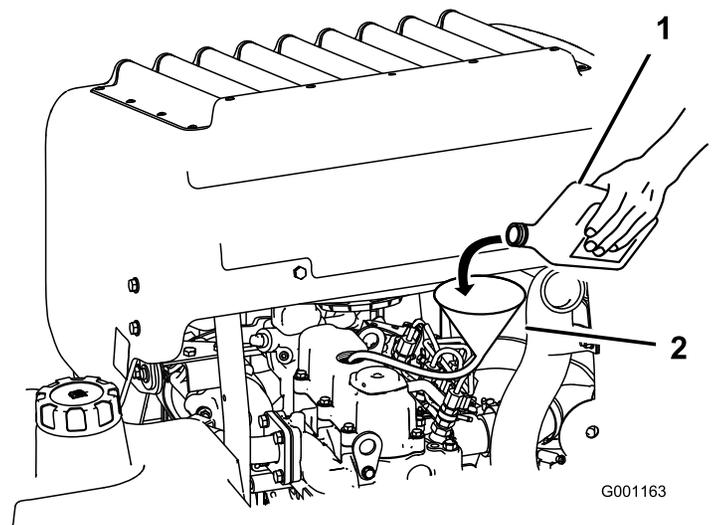

**Рисунок 63**
- Снимите крышку заливной горловины с верхней части двигателя (Рисунок 63).
2. Снимите крышку маслозаливной горловины и масломерный щуп (Рисунок 63).